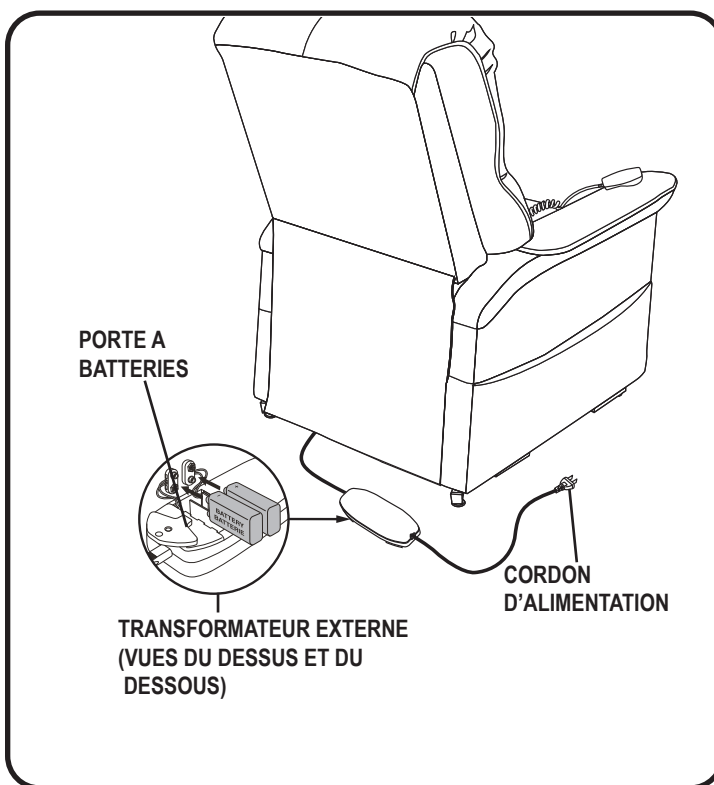

Figure 4.4 Emplacement de la batterie de secours du fauteuil
3. Installez deux batteries 9V dans le transformateur externe (fig. 4.4).